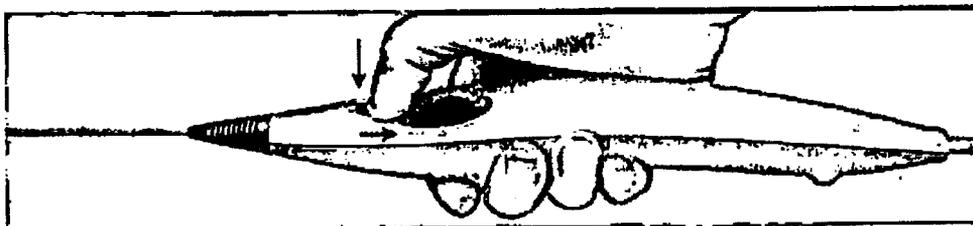

Figura 5: Desbloquear el deslizador de cierre de seguridad
- Abra el deslizador de cierre de seguridad tirando del mismo hacia las ruedas, para pasar de la posición de cierre a la posición de apertura. Asegúrese de que el deslizador de cierre de seguridad esté completamente replegado (Figura 5).